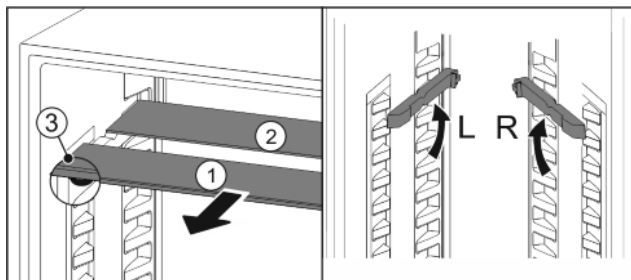

Fig. 18
- ▶ Издърпайте Fig. 18 (1) поотделно стъклените плочи напред.
- ▷ Стъклената плоча Fig. 18 (1) с ограничителя на изтеглянето е отпред.
- ▷ Ограничителите сочат надолу Fig. 18 (3).